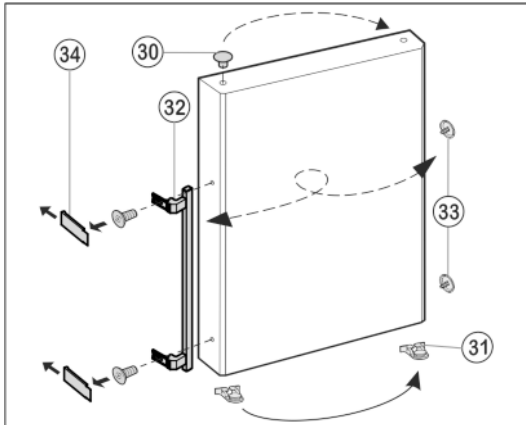

Fig. 12
- Trň Fig. 12 (30) z ložiskového puzdra dverí vyberte a premiestnite.
- Odmontujte držadlo dverí Fig. 12 (32), trne Fig. 12 (33) a prítlačné platničky* Fig. 12 (34) a premiestnite na opačnú stranu.